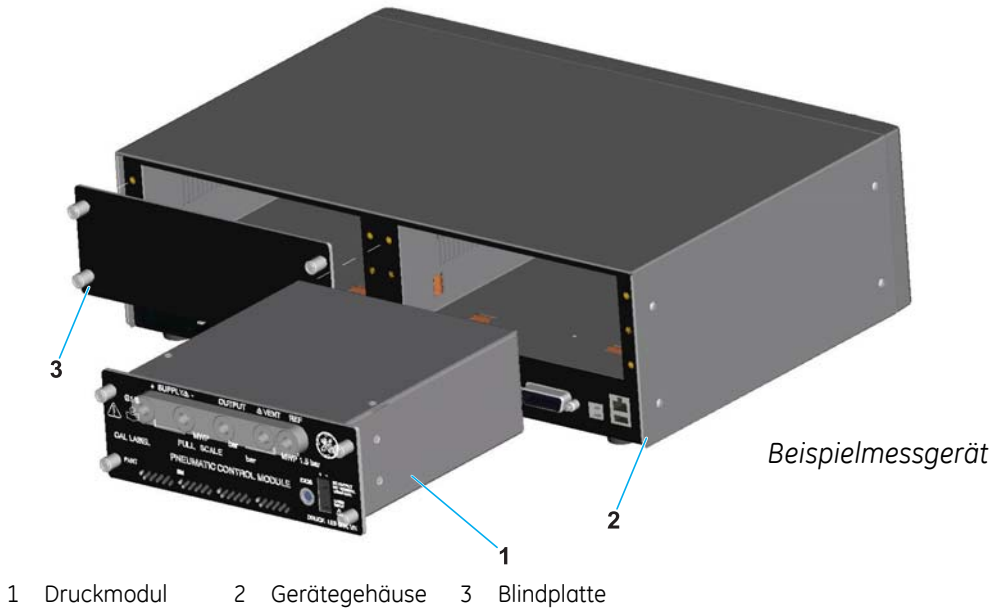

Abbildung 4-3: Druckmodul
4.9 Austausch des Druckmoduls (Abb. 4-3)